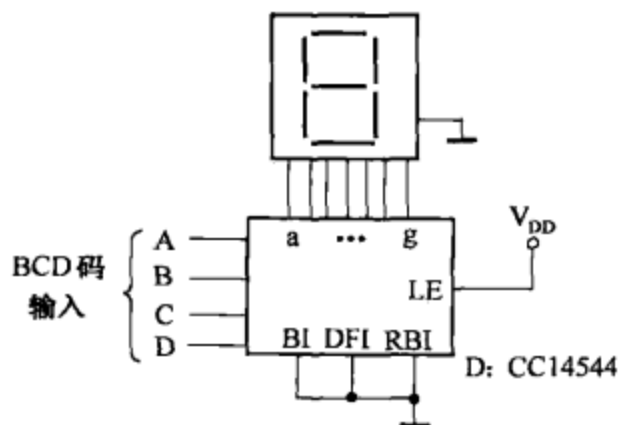

图 8-57
(2) 图 8-57 所示为一位 BCD 码译码显示电路，采用 BCD 码锁存/7 段译码/驱动集成电路 CC14544 构成。BCD 码由输入端 A、B、C、D 并行输入，经 CC14544 译码后，驱动共阴极 LED 数码管显示出相应数字。如需要驱动共阳极 LED 数码管，则将 CC14544 的“DFI”端改接到 V_{DD} 即可。